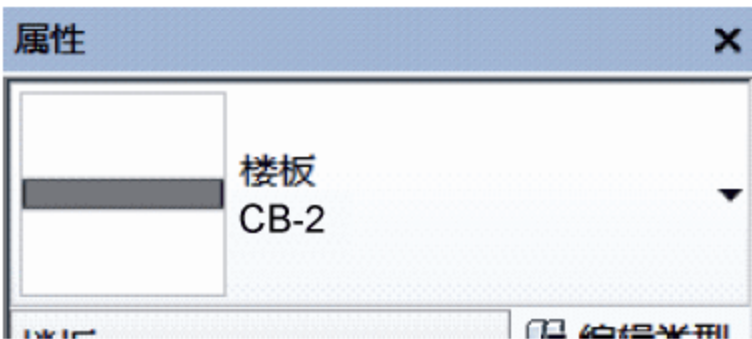

图 5.2.41 选择屋面板类型
(6) 绘制屋面板 CB-2。按快捷键 S+B（绘制屋面板命令），在“属性”面板中选择“楼板-cb-2”屋面板类型，如图 5.2.41 所示。